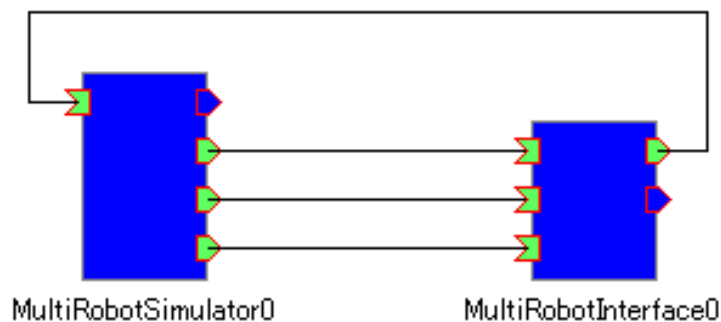

図 1 複数台ロボット操縦モジュールとの接続
本モジュール (MultiRobotSimulator) は単体で動作するが, 検証用には当コンソーシアムから公開している「複数台ロボット操縦モジュール(MultiRobotInterface)」を利用すると良い。複数台ロボット操縦モジュールと接続する際には図 1 のように接続する。
- (1) online の SystemEditor を開く.
- (2) ネームサーバに接続する.
- (3) 入出力ポートを適切に接続する. 複数台ロボット操縦モジュールと接続する場合は p.2 の図 1 のように接続する.